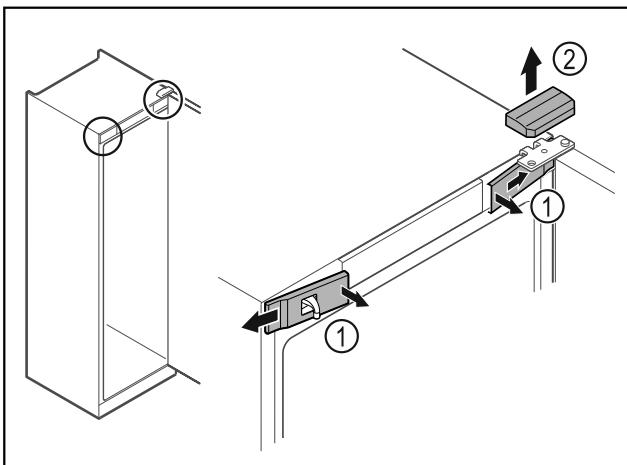

Fig. 16
- Desencajar las cubiertas delanteras Fig. 16 (1) del interior y dejarlas a un lado.
► Retirar hacia arriba la cubierta superior Fig. 16 (2).